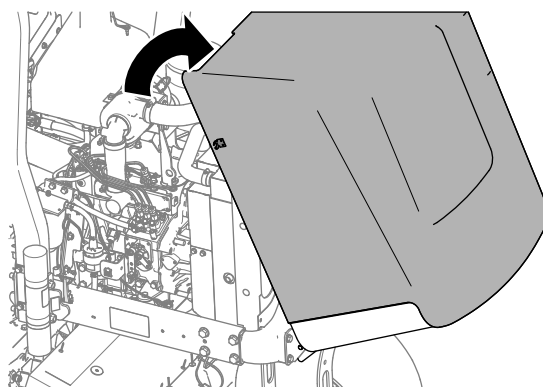

**Figure 57**
2. Soulevez et rabattez le capot en arrière (Figure 57).